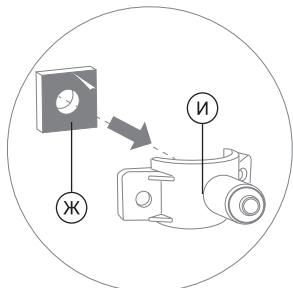

Рис. 6
2. Снимите с уплотнительной прокладки (Е) защитную пленку. Приклейте прокладку с внутренней стороны хомута (И), одновременно совмещая отверстие в прокладке с выходным отверстием в хомуте (рис. 6).